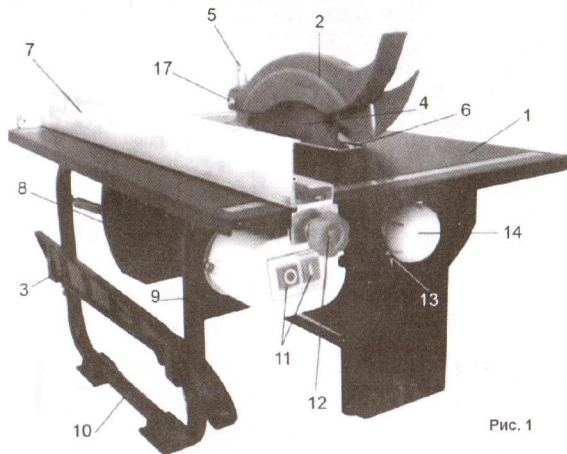

Рис. 1
- Параллельное направляющее устройство (7)(См. Рис.1; 7) используется в качестве упора и ограничителя во время пиления. Направляющая позволяет сделать работу более точной и безопасной (снижает риск отдачи заготовки в пользование).
- Ослабьте винты-фиксаторы (12)(См. Рис.1; 7) на несколько оборотов.
- Задвиньте параллельное направляющее устройство (7) на рабочий стол (1), как показано на рисунке 7.
- Установите параллельное направляющее устройство (7) на необходимом расстоянии от кромки.
- Установка контролируется по показаниям шкалы (27).
- Затяните ручки фиксации (12)(См. Рис.1; 7).
- **Для включения станка:** нажмите кнопку зеленого цвета на выключателе (11)(См. Рис.1). Переведите ее в положение «ВКЛ» (ON).
- **Для выключения станка:** нажмите кнопку красного цвета на выключателе (11). Переведите ее в положение «ВЫКЛ» (OFF).
- Ослабьте винты фиксации (12) с обеих сторон параллельной направляющей (7)(См. Рис.1; 8).
- Зафиксируйте ручки крепления параллельной направляющей (12, Рис.1).